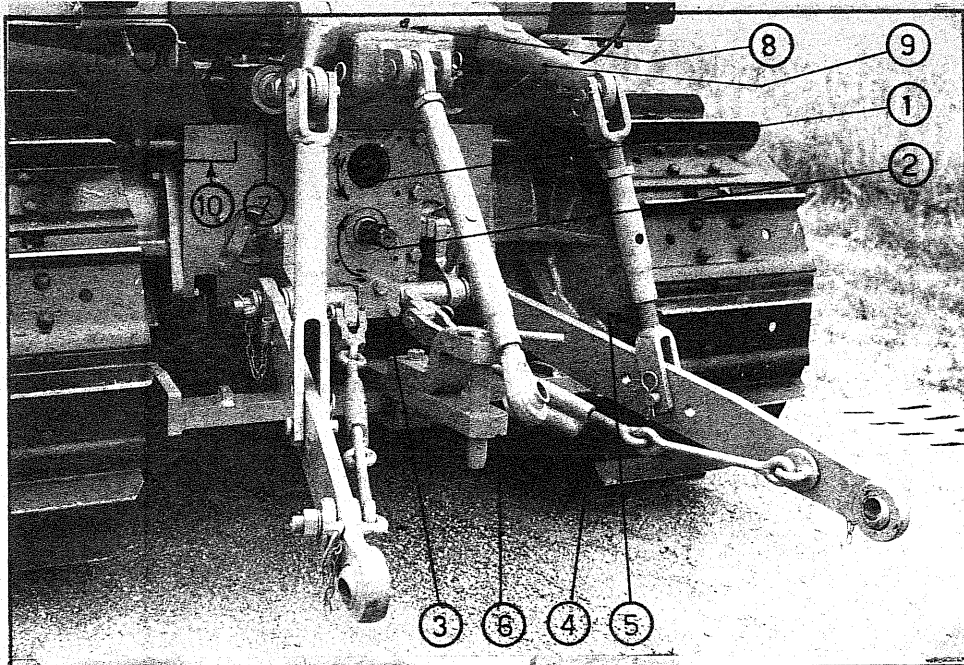
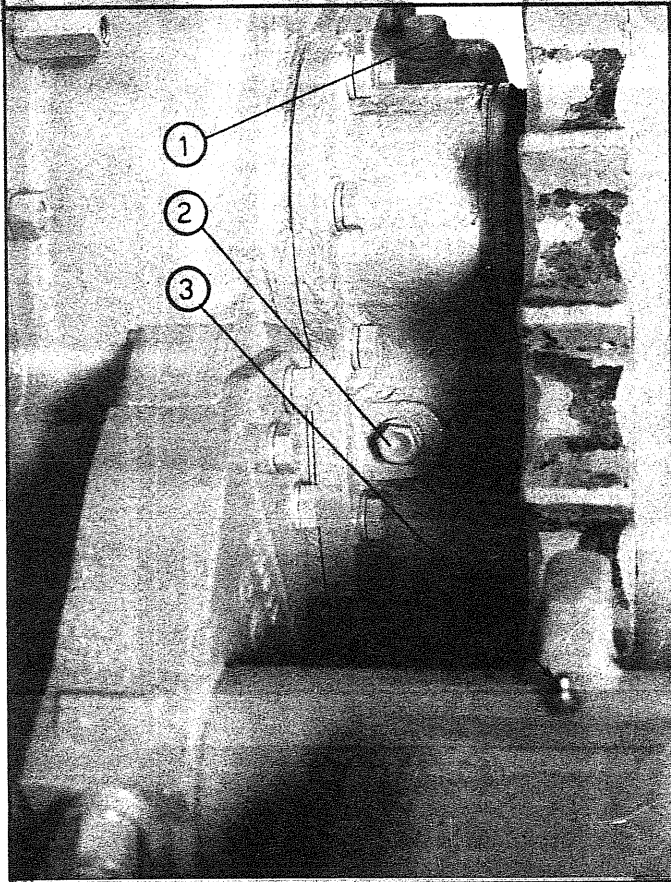

Fig. 6
Fig. 7
PRESA DI FORZA (Fig. 6)
DISPOSITIVO DI TRAINO (Fig. 6)
Il sollevatore idraulico è costituito da una pompa ad ingranaggi accoppiata al motore, da due martinetti (7 fig. 6) per il sollevamento dei bracci, da un
Lo sforzo massimo sollevabile all'estremità dei bracci (9 fig.6) del sollevatore in senso verticale, è di Kg. 3000.
- BARRA TRASVERSALE POSTERIORE (fig. 7)
- BRACCIO SOLLEVATORE (fig.6)
- SCATOLA CAMBIO (fig. 6 -8)
Ogni 2000 ore di lavoro cambiare l'olio scaricandolo attraverso il tappo (3 fig.6) situato sotto al coperchio della presa di forza. Usare olio AGIP F 1 ROTRA MP SAE 140.-
- RIDUTTORI LATERALI (fig. 6 e 7)
Ogni 240 ore di lavoro controllare il livello dal tappo (5 fig.6) accessibile dal retro della trattrice.
Cambiare l'olio ogni 2000 ore di lavoro scaricandolo dal tappo inferiore (4 fig.6) e caricandolo dal tappo (1 o 2 fig.7). Usare olio AGIP F1 ROTRA MP SAE 140.
Il numero è visibile posteriormente (10 fig. 6)